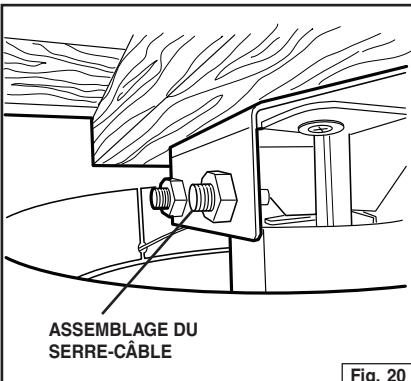

Fig. 20
- D. Lorsque l'assemblage est jusqu'au haut à l'intérieur de la hotte, resserrez entièrement l'écrou sphérique. Fig. 20.